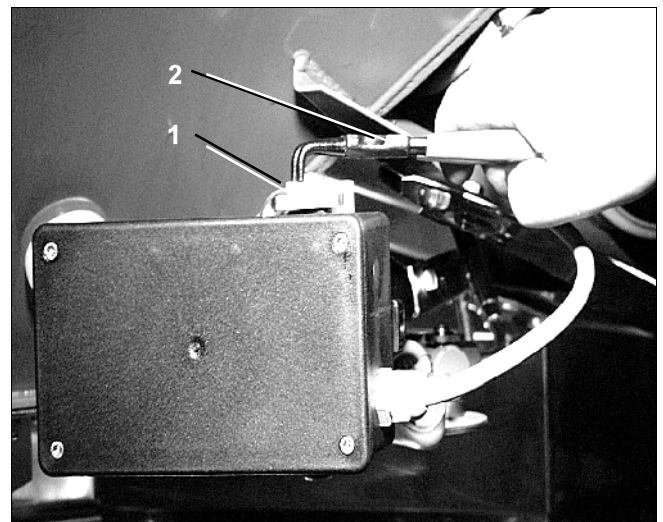

Fig. 102
- Demontera de båda låsringarna (Fig. 102/1) med låsringstång (Fig. 102/2).